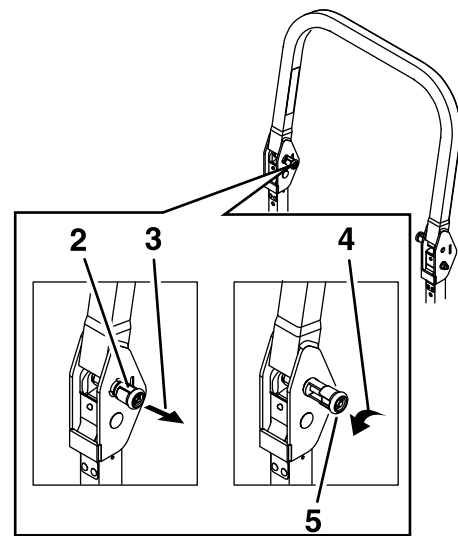

Figure 8
1. Le bouton doit être complètement verrouillé et les languettes être interverrouillées comme montré à la Figure 8 pour bloquer l'arceau de sécurité à la position relevée.
3. Tirez sur les deux boutons et tournez-les à 90° pour les désengager (Figure 8).
4. Pour relever l'arceau de sécurité à la position d'utilisation, tournez les boutons de sorte à les déplacer partiellement dans les rainures (Figure 8).
5. Relevez complètement l'arceau de sécurité tout en poussant sur la partie supérieure; les goupilles s'engagent en position quand les trous sont en face (Figure 8).